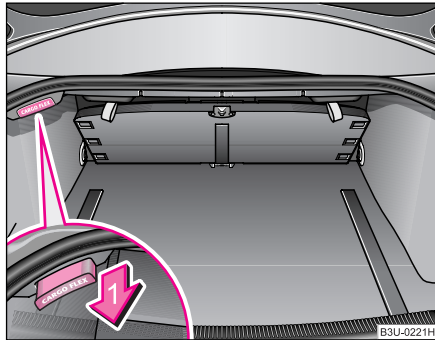

Fig. 72 Cutia pliabilă:
- ♥ fig. 72 sau în poziția de utilizare, pe podeaua portbagajului
- Trageți mânerul în sensul indicat de săgeată 1 ♥ fig. 72. Cutia va coborî exact deasupra podelei portbagajului.
- Trageți mânerul în sensul indicat de săgeată 1 ♥ fig. 72. Cutia se ridică de pe podeaua portbagajului.